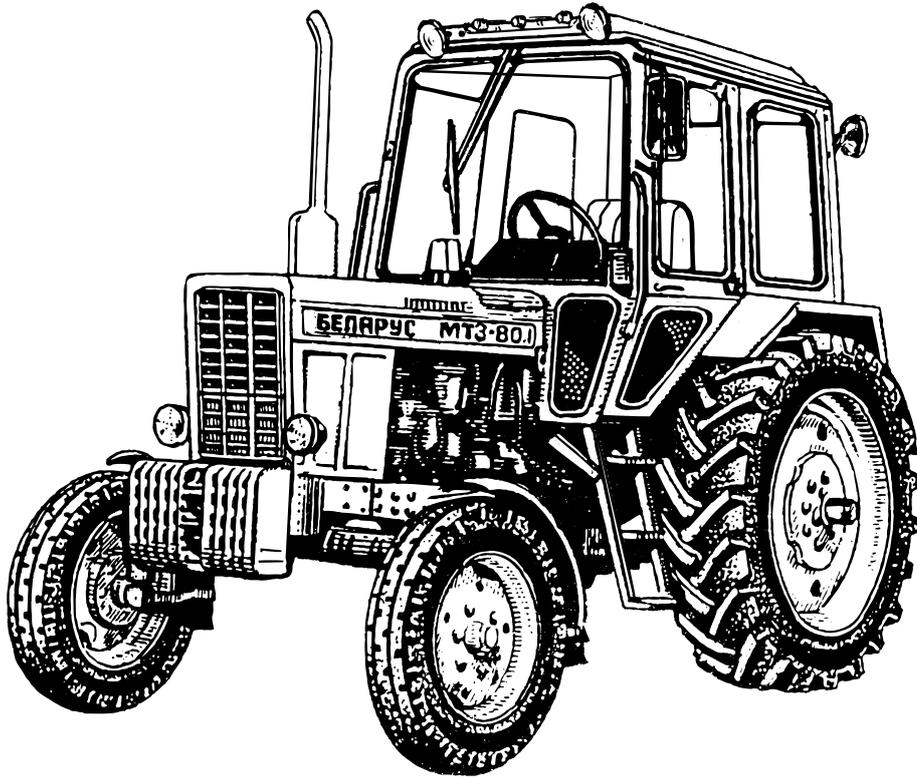
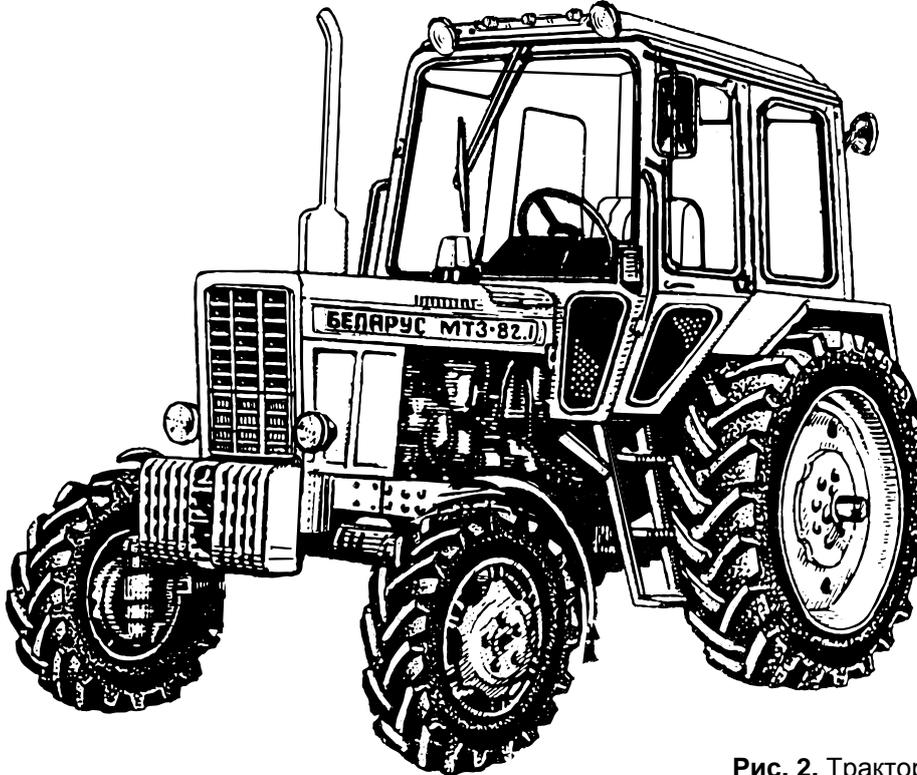

Рис. 1. Трактор Беларус 80.1
Рис. 2. Трактор Беларус 82.1
Колесные тракторы Беларус 80.1 (рис. 1), Беларус 80.2, Беларус 82.1 (рис. 2), Беларус 82.2 являются универсальными сельскохозяйственными тракторами класса 1,4 тс (14 кН). Они отличаются между собой типом ходовой системы: Беларус 80.1/80.2 – с одной ведущей осью, Беларус 82.1/82.2 – с двумя ведущими осями. Тракторы имеют полурамную конструкцию. Их остов состоит из полурамы, корпусов муфты сцепления, коробки передач и заднего моста. Двигатель спереди эластично закреплен на переднем бруске, а сзади жестко соединен с корпусом муфты сцепления.
- вставьте ключ 1 (рис. 2 а) в отверстие кнопки 2 ручки;
Рис. 2а.